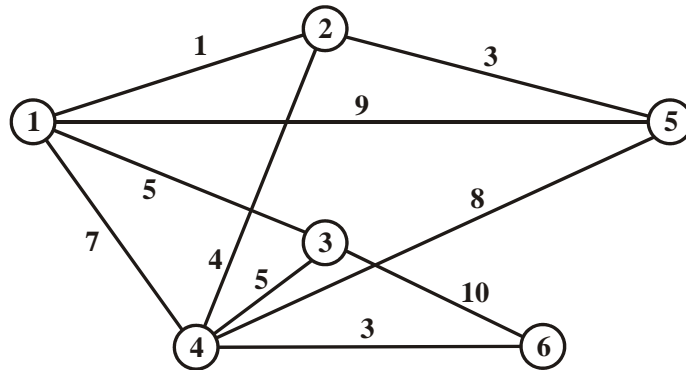

Рисунок 1
**Пример 1.** Телевизионная фирма планирует создание кабельной сети для обслуживания 5 районов-новостроек. Числа на ребрах указывают длину кабеля (рис. 1). Узел 1 — телевизионный центр. Отсутствие ребра между двумя узлами означает, что соединение соответствующих новостроек либо связано с